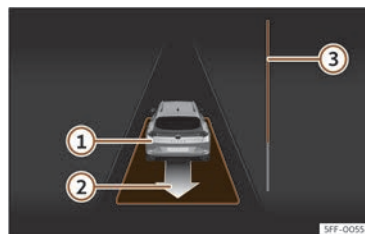

Fig. 153 Na pantalla do cadro de instrumentos: desaparcar dun espazo en liña.
- Retroceda ata que soe o sinal continuo do ParkPilot; **OU BEN:** vaia marcha atrás ata que na pantalla do cadro de instrumentos apareza a indicación de dar marcha adiante. A barra de progreso >>> **fig. 153** indica a distancia que hai que percorrer.